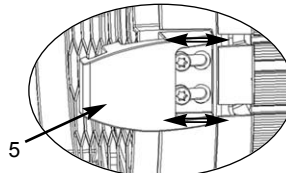

Abb. 8 / figure 8
- Die Einschubbreite der Halteklauen für Zubehör (5, Abb. 8) kann durch Lösen der Schrauben und Längsverschieben nach Bedarf verstellt werden (Abb. 8 Detail 1). Diese Funktion dient unter anderem auch zur Reduzierung von Streulicht zwischen Linsenfassung und Zubehör.
- In order to adjust the depth of the accessory brackets (5, figure 8), loosen the screws and slide the bracket to the desired position (figure 8 detail 1). This feature also helps reducing diffused light between lens door and accessory.